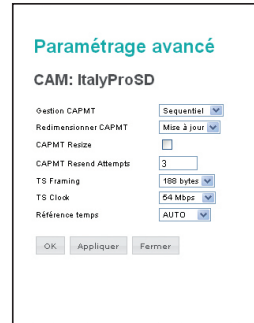

Fig. 7
- RÉGLAGES AVANCÉS : modification des réglages avancés du module (voir fig. 7).
La figure 7 affiche la page-écran qui s'ouvre en cliquant sur le bouton "PARAMÉTRAGE AVANCÉ" : dans cette page il est possible de modifier les réglages avancés du module CAM. Les rubriques « CAPMT Management » et « CAPMT Sending » permettent de modifier la gestion du decrypt de la CAM, en choisissant les différentes modalités dans le menu déroulant, la troisième option « CAPMT Resize », lorsqu'elle est activée en cochant la case spécifique, programme la CAM pour décrypter uniquement l'audio et la vidéo d'un programme (dans ce cas, le nombre de programmes décryptés pourrait être supérieur). Si elle est désactivée, tout est décrypté : audio, vidéo, ttx, sous-titres, MHP etc.